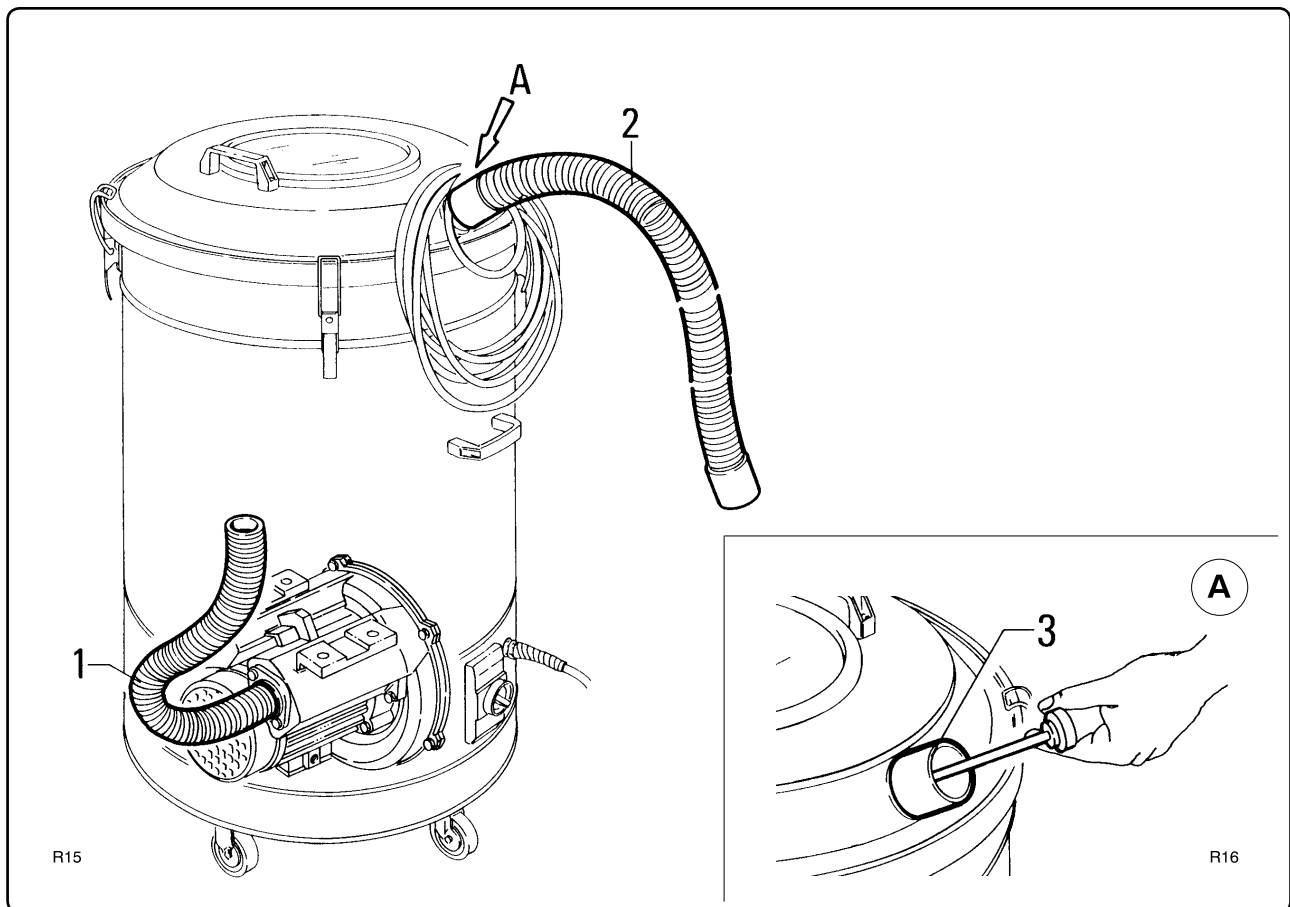

Fig.7.5.3
7.5.3 - Kontrol af slangerne (fig. 7.5.3)
For at sikre, at støvsugeren fungerer på den bedst mulige måde, skal hele luftkredsløbet være tæt. Sørg for at slangen "1", der forbinder sugemotoren med filterkammeret, er i perfekt stand og korrekt monteret. Udskift eventuelt defekte slanger eller slanger, der ikke er sat rigtigt i. Ved arbejde med klæbrige materialer, kontrolleres det, at slangen "2" og sugeåbningen "3" ikke er tilstoppet. Skrab sugeåbningen ren udvendigt, og fjern belægningen som beskrevet i fig. 7.5.3.